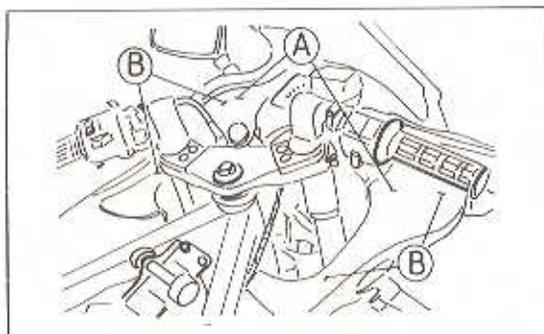

Bild 265 ▶
- Die Rückspiegel von der Verschalung abbauen (Bild 265).